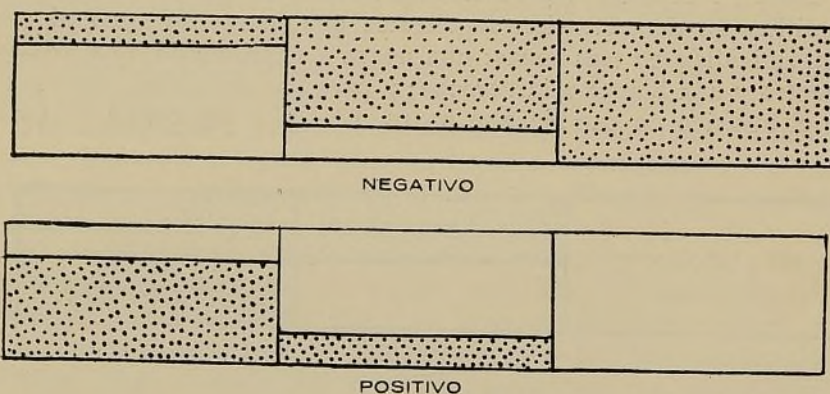

Fig. 4
1. *Película sobre-expuesta.* — La película es sobre-expuesta cuando sus imágenes aparecen débiles, sin medias tintas y muy transparentes (fig. 4). Se puede intentar un reforzado con bicloruro de mercurio. El reforzador clorocrómico tiene el inconveniente de aumentar el tamaño del grano y los contrastes.